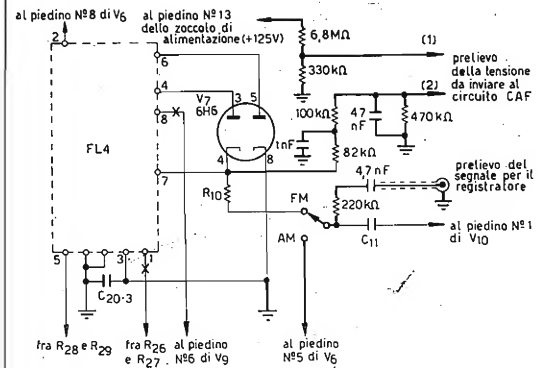

figura 5
La figura 5 mostra la modifica al circuito di rivelazione FM (o discriminatore) per ottenere la tensione CAF e quella per predisporre il ricevitore alla ricezione AM nonché quella per permettere la registrazione dei segnali senza ricavarne distorsione.
Per quanto riguarda il collegamento del discriminatore con il circuito CAF di figura 1 a pagina 912 del n. 10/69, occorre fare molta attenzione che i terminali (1) e (2) della figura 5 siano collegati correttamente ai rispettivi terminali d'ingresso CAF, C1 e C2, cioè il n. 1 con il terminale di C1 e il n. 2 con il terminale di C2.
Inoltre se è stata scelta per l'oscillatore locale del convertitore una frequenza di 110 MHz, anziché 160 MHz occorre modificare i collegamenti allo zoccolo della 6H6 in modo che l'uscita n. 6 dal trasformatore del discriminatore (FL4) giunga sul piedino n. 3 e l'uscita n. 4 sul piedino n. 5. In ogni caso però il piedino n. 8 dello zoccolo andrà collegato direttamente a massa e i collegamenti originali che vanno al n. 1 e al n. 8 del discriminatore andranno distaccati e isolati come indicato in figura 5.
La modifica per la ricezione AM consiste invece nel deviare il condensatore d'ingresso del primo stadio di bassa frequenza, cioè C11, sul piedino n. 5 della valvola 6AC7 limitatrice (indicata con V6 nello schema) applicando un deviatore a slitta in prossimità del condensatore, in modo da ridurre al minimo i collegamenti da effettuare. Il prelievo del segnale da inviare al registratore deve essere fatto attraverso una resistenza e un condensatore in serie partendo dal centrale del deviatore AM-FM e come presa di uscita può essere impiegato il connettore GBC (GQ/1800) da applicarsi sul retro del ricevitore, completando poi il collegamento con il registratore tramite cavo schermato a bassa capacità. Si tenga presente che la modifica al discriminatore suggerita per pilotare il CAF rende inattivo il circuito squelch e pertanto la valvola 6SL7 (V4), rimanendo esclusa dal circuito del ricevitore potrebbe essere impiegata in sostituzione del transistor FET, (TIS34) previsto per lo S-meter, però coloro che non fanno uso del circuito CAF non devono apportare nessuna modifica al discriminatore e per quanto riguarda la figura 5 si limiteranno alla modifica AM e a quella del prelievo per la registrazione.